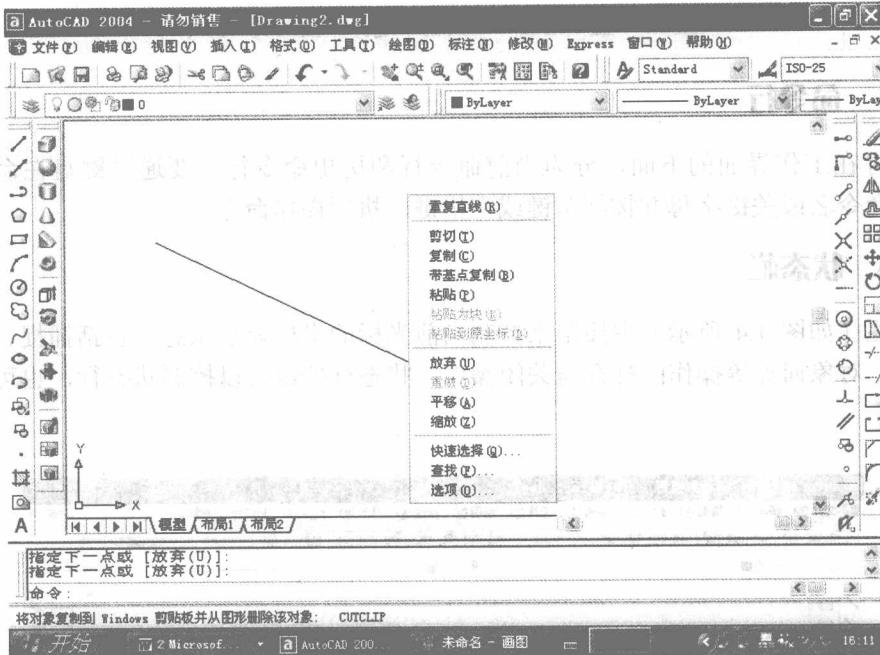

图 1.5 快捷菜单
- ① 在绘图区域内选定一个或多个对象，点击鼠标右键即可打开一个与当前操作有关的快捷菜单。
- ② 在工具栏中相应的图标上单击鼠标，打开一个与当前命令有关的快捷菜单。
- ③ 在绘图区域点击鼠标右键，则可打开“平移”或“缩放”等操作命令的快捷菜单，如图 1.5 所示。